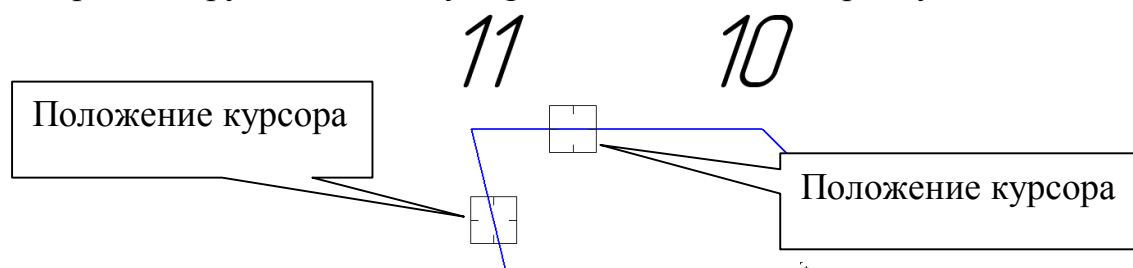

Рис. 30
- Для построения отрезка 11-1 воспользуйтесь командой **Замкнуть кривую**, рис. 30. Для завершения построения нажмите **Прервать команду**
Так как поле значения радиуса активно, наберите значение «10», курсором отметьте последовательно отрезки 1 - 11 и 10 - 11, рис. 30. Аналогично постройте скругление между отрезками 5 – 6 и 6 – 7 радиусом 6 мм.